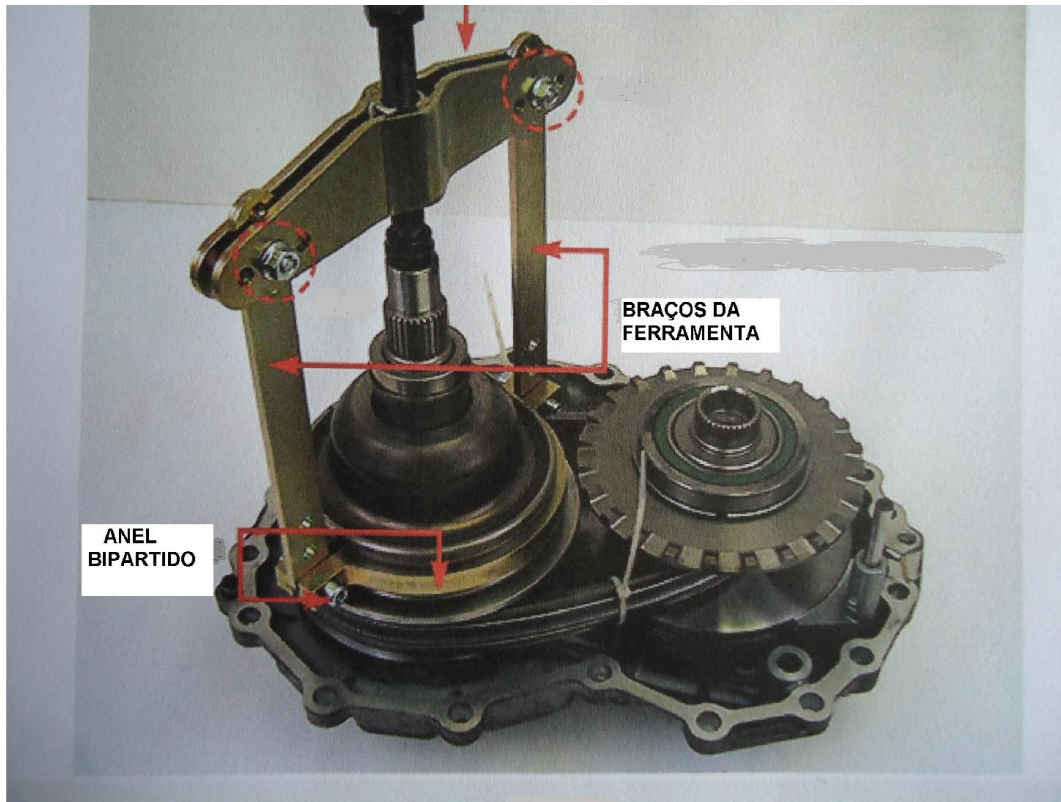

FIGURA 4
2. O conjunto superior do sacador e parafuso roscado são fixados ao topo dos braços com dois parafusos e porcas (figura 4).